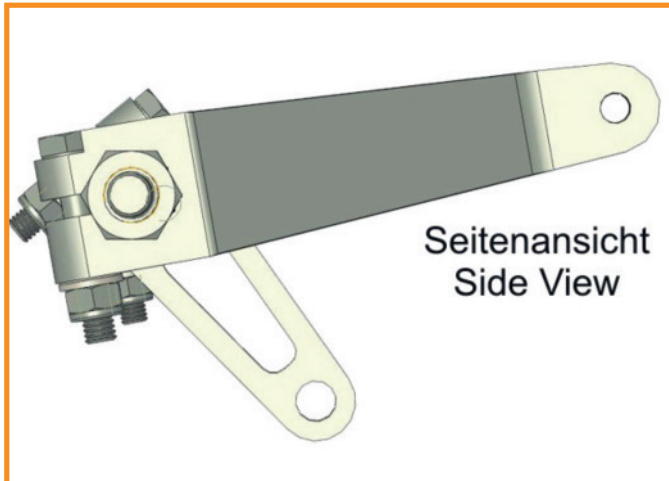

Fig. 9
- Slide the left and right hand levers for the carbs onto the crossbar. They should have an angle of about 60° towards the center throttle lever. Make sure sure they point outwards. See Fig.9.
- Anschließend setzen Sie die Crossbar-Hebel links und rechts so auf, dass Sie mit einem Winkelabstand von ca. 60° zum Gaszughalter stehen und nach außen zeigen, siehe Fig.9.